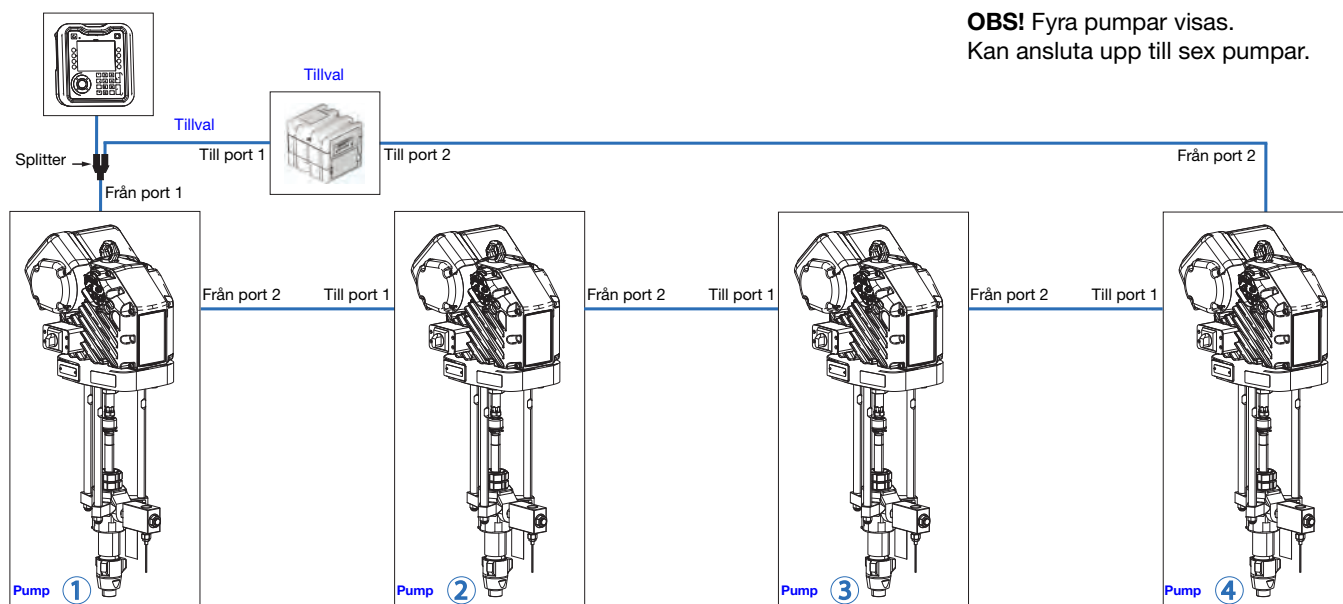

FIG. 11: Flera pumpanslutningar
OBS! Se **FIG. 11** för de följande stegen. **FIG. 11** visar fyra anslutna pumpar. ADM kan monteras på den första pumpen eller på en plats som är separat från pumpen.
1. Anslut en CAN-kabel från port 1 på den första pumpen (visas som pump 1 i **FIG. 11**) till splittern.
OBS! FIG. 11 visar konfigurationen med en CGM. Om du inte använder en CGM ansluts CAN-kabeln från den sista pumpen direkt till splittern.